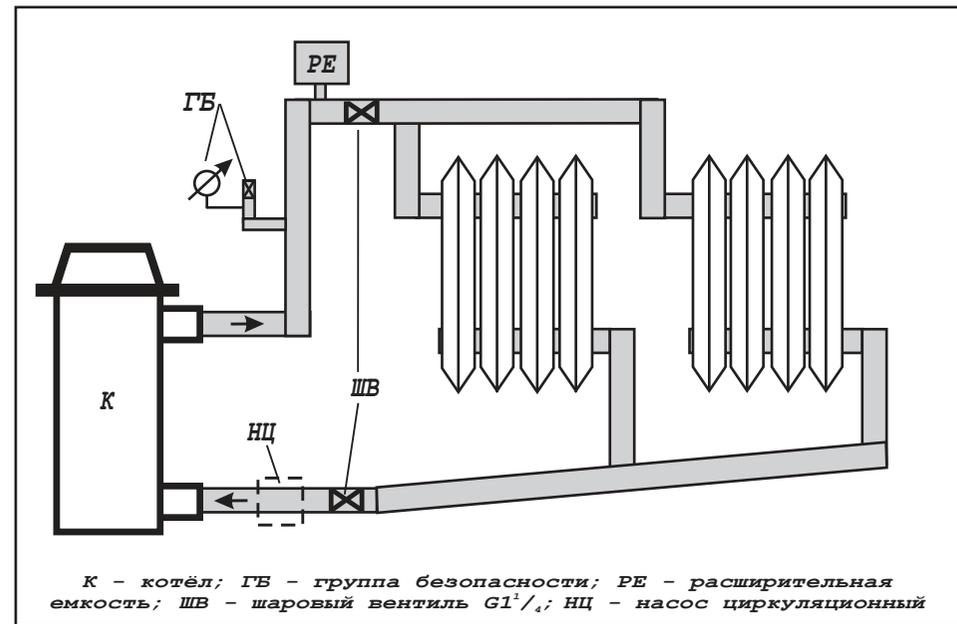

Рисунок 5. Примерная схема системы отопления
5.9 Внимание! При эксплуатации прибора запрещается полностью или частично перекрывать шаровые вентили на входе и выходе из котла (см. рисунок 5).